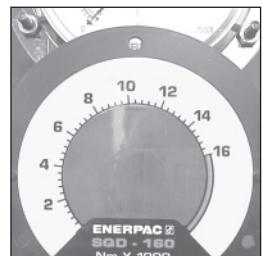

図 11
3. 新しいオーバーレイをフランジにかぶせます(ご使用のエナパック製トルクレンチに適したオーバーレイか必ず確認してください)。オーバーレイをフランジの裏にあるくぼみに合わせます(図11参照)。